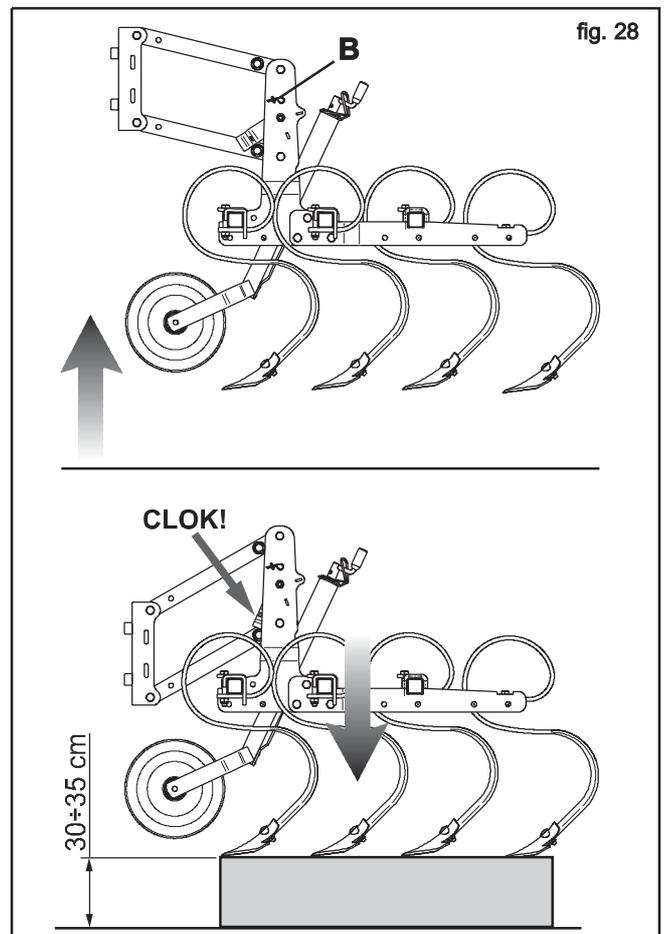

fig. 28
Zum Ausschließen eines Hackelements wird die Feder in die auf Abbildung 28 dargestellte Position (B) verstellt und mit dem speziellen Splint abgesichert. Die Hackmaschine mit dem Schlepper anheben, eine Erhöhung unter die Hackelemente stellen und die Hackmaschine wieder absenken, bis die das Ankuppeln erfolgt ist ("CLOK!", Abb. 28).